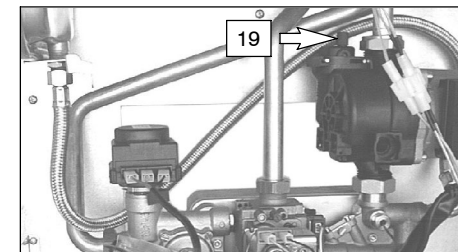

fig. 6.3
- 6 Allentare il tappo della valvola di sfiato automatico (19 in fig. 6.3).